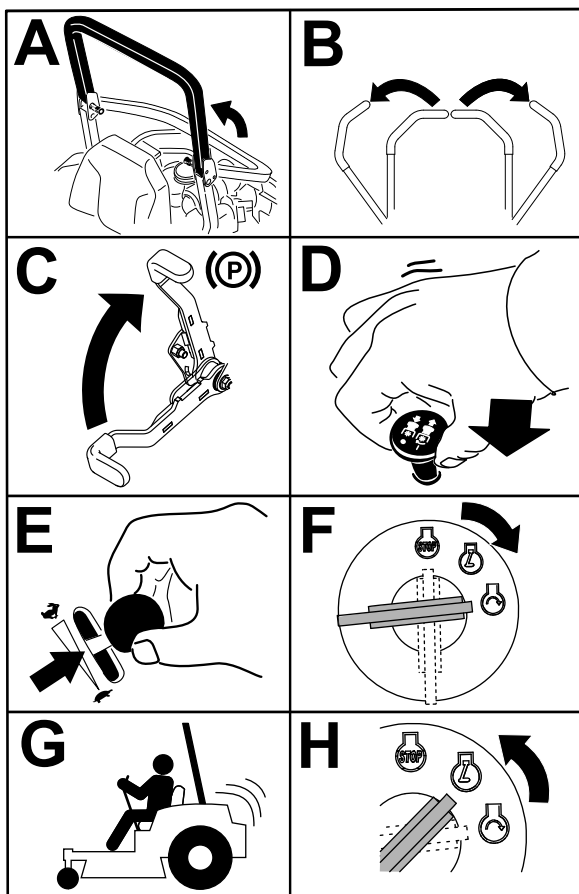

Figure 18
4. Placez la commande des lames (PDF) en position **DÉSENGAGÉE** (Figure 18).